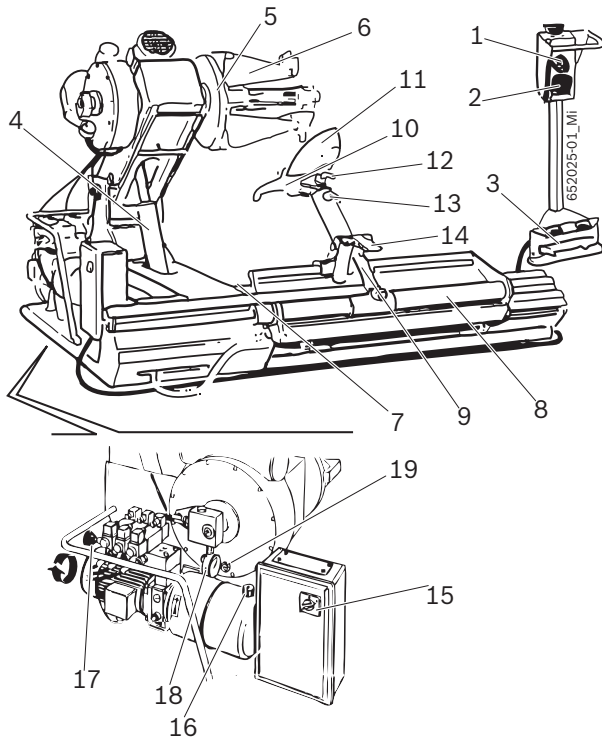

Fig. 1: TCE 5320
La bride de serrage fonctionne grâce à un circuit hydraulique à haute pression, réglable de 20 à 110 bars en tournant la poignée prévue à cet effet (Fig.1, pos.17) et en lisant la valeur sur le manomètre (Fig.1, pos.18). La pression normale d'exercice est de 110 bars. Pour des jantes ayant une valeur d'effort faible ou des jantes particulièrement fines, il est nécessaire de diminuer cette pression.
Pour des roues ayant un diamètre inférieur à 800 mm ou supérieur à 1500 mm, il est recommandé d'enlever l'axe de l'outil de montage (Fig.1, pos.12) et de le positionner dans le deuxième trou.